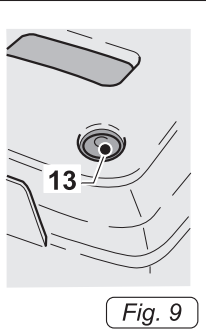

Fig. 9
- Presionar el interruptor (13 Fig.9) para que el aparato se enciende.
- Presionar el interruptor (13 Fig.9) para apagar el aparato.